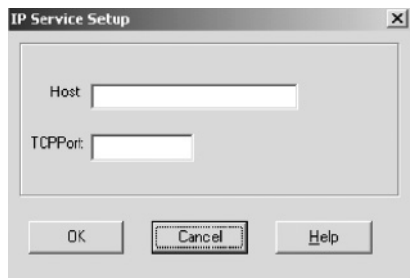

Рис. 28. Окно настройки IP-сервисов
3. Щелкните по кнопке *Add IP* («добавить IP-адрес»). Откроется окно *IP Service Setup* («настройка IP-сервисов», рис. 28).